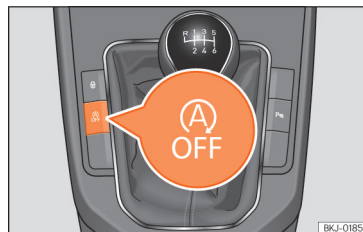

Abb. 135 Mittelkonsole: Taste des Start-Stopp-Systems.
- Um das Start-Stopp-System manuell aus-/einzuschalten, drücken Sie die Taste  **»» Abb. 135.**